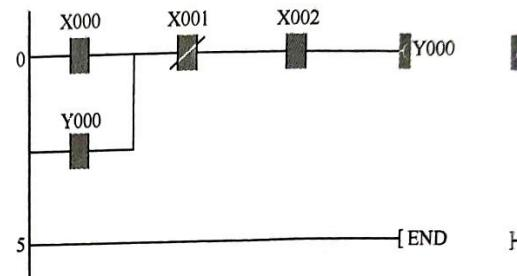

图 3-27 电动机自锁控制程序的监控运行画面
① 检查 PLC 的输出指示灯是否动作，若输出指示灯不亮，说明程序错误；若输出指示灯亮，说明故障在 PLC 的外围电路中。
② 检查 PLC 的输出回路，先确认输出回路有无电压，若有电压，查看熔断器是否熔断；若没有熔断，查看接触器的线圈是否断线。
③ 若接触器吸合而电动机不转，查看主电路中熔断器是否熔断；若没有熔断，查看三相电压是否正常；若电压正常，查看热继电器动作后是否复位，3 个热元件是否断路；若热继电器完好，查看电动机是否断路。
(7) 监控运行。在 GX 软件中单击下拉菜单“在线”→“监视”→“监视开始”就可以监控 PLC 的程序运行过程，如图 3-27 所示。其中，“蓝色”表明该触点闭合或该线圈通电；没有“蓝色”表明该触点断开或线圈失电。